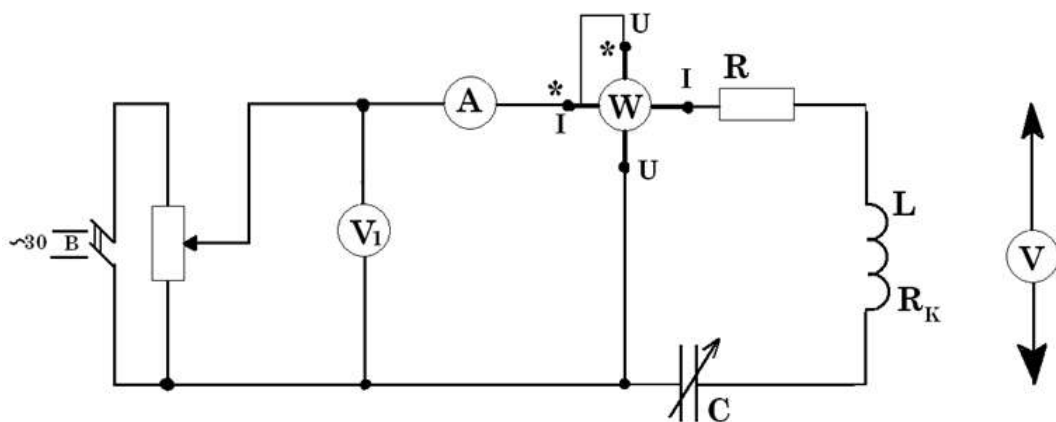

Рисунок 1 – Электрическая схема
2. Собрать электрическую схему цепи (рисунок 1).